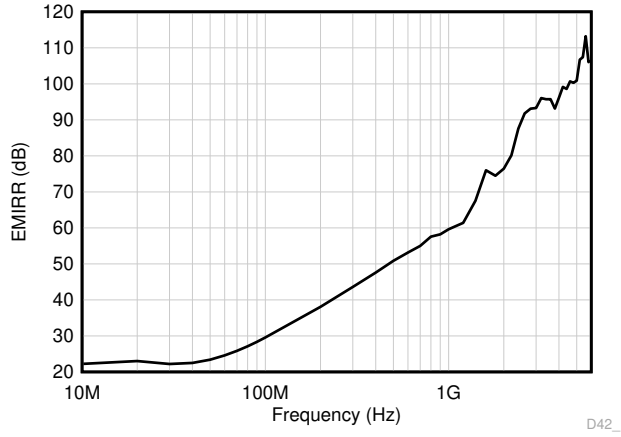

图 7-4. EMIRR 测试
OPAx310 使用集成电磁干扰 (EMI) 滤波来降低干扰源 (如无线通信设备 (射频干扰 (RFI)) 以及混合使用模拟信号链和数字组件的高密度电路板) 产生的 EMI。通过电路设计技术可改进 EMI 抗扰度；OPAx310 受益于这些设计改进措施。德州仪器 (TI) 已经开发出在 10MHz 至 6GHz 扩展宽频谱范围内准确测量和量化运算放大器抗扰度的功能。图 7-4 展示了在 OPAx310 上执行此测试的结果。表 7-1 展示了 OPAx310 在实际应用中通常会遇到的特定频率下的 EMIRR IN+ 值。运算放大器的 EMI 抑制比应用报告包含了与运算放大器相关的 EMIRR 性能主题，该报告可在 [www.ti.com](http://www.ti.com) 上下载。